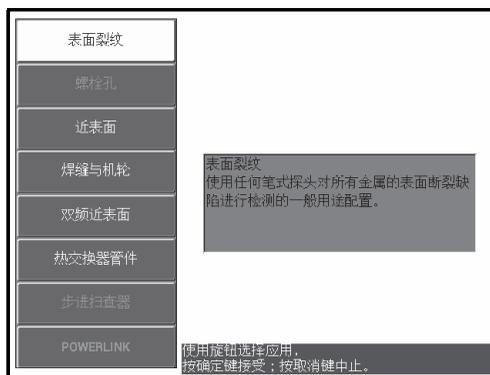

图 5-78 表面裂纹应用
2. 按一下高级设置菜单键（），然后选择**应用选择**（功能键 A），打开应用选择菜单。使用旋钮选择**表面裂纹**，然后按确定键（）接受（参见第 171 页的图 5-78）。